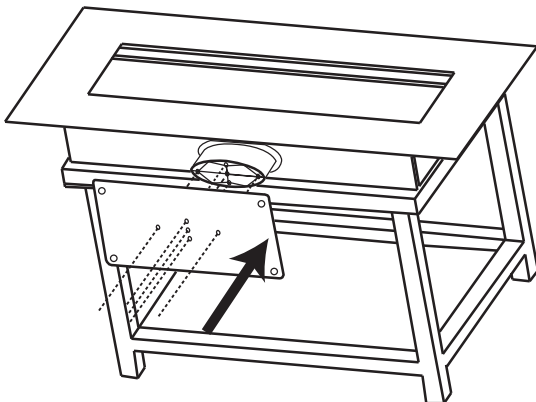

Fig. 3
- D. Préparez la base en verre et assurez-vous que les pieds en caoutchouc de la base en verre sont tournés vers l'extérieur de l'appareil (**Fig. 3**).